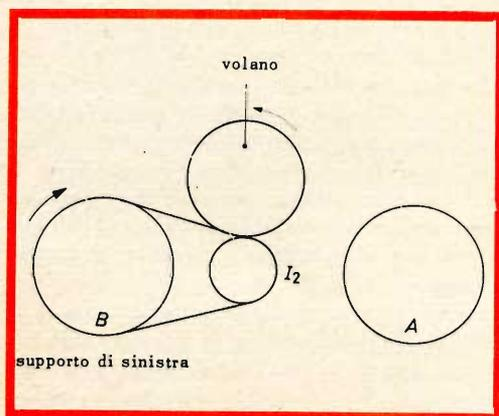

Fig. 8 - Avvolgimento rapido attuato per mezzo di una cinghia.
2) Riavvolgimento rapido: una puleggia intermedia  $I_2$  accoppiata al supporto porta bobina di sinistra con una cinghia viene trascinata dal volano che poggia su detta puleggia (fig. 8). Il rapporto della puleggia è uguale al rapporto B ed è animato da una velocità di rotazione elevata.